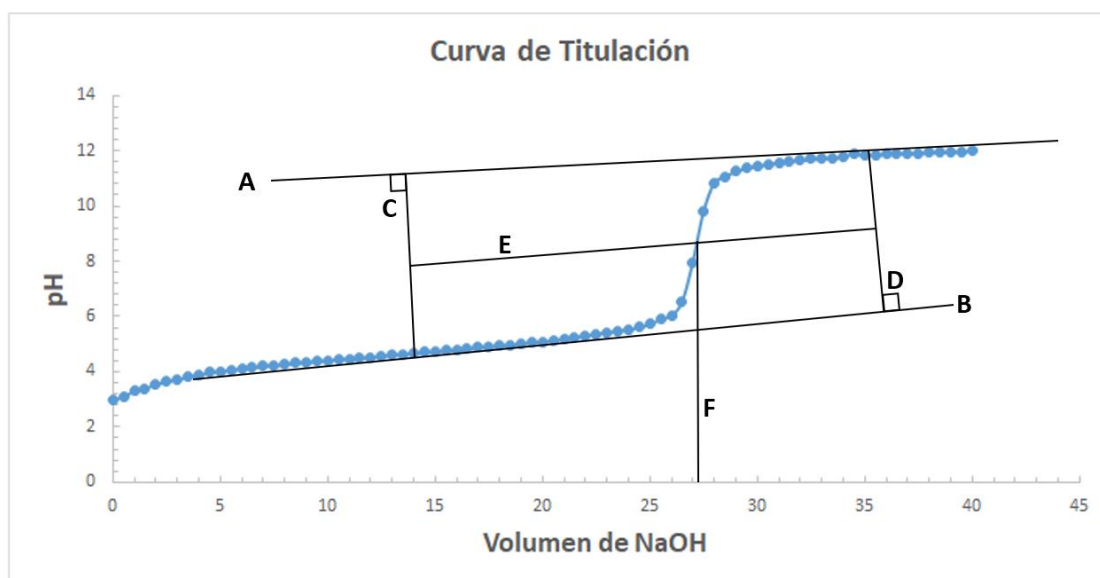

Figura 2
2. Se trazan dos rectas que toquen la mayoría de los puntos de las porciones planas de la curva de titulación, rectas A y B (vea figura 2). Note que esas rectas no son necesariamente paralelas entre sí.
3. Se dibuja un segmento C, perpendicular a la recta A y un segmento D, perpendicular a la recta B, como se muestra en la figura 2. Esos dos segmentos no son necesariamente paralelos entre si.
6. El volumen del punto de equivalencia se encuentra trazando un segmento F, perpendicular al eje X y que pase por el punto de intersección entre la curva de titulación y el segmento E, como se muestra en la figura 2. El volumen del punto de equivalencia se lee directamente.